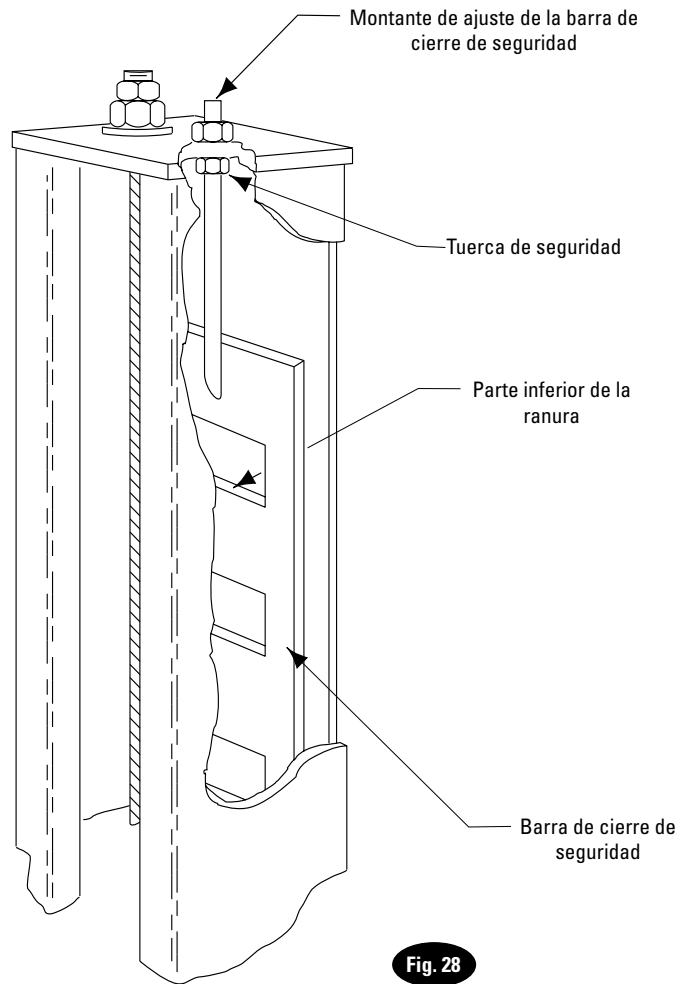

Fig. 28
- Ajuste la barra de los pasadores de seguridad ajustando la tuerca de manera que la parte inferior de la ranura de la barra de seguridad más alta sea de al menos 2" (51mm) por debajo del pasador de seguridad, Fig. 28. Después del ajuste, apriete la tuerca de atasco por debajo de la placa superior de la columna, Fig. 28.